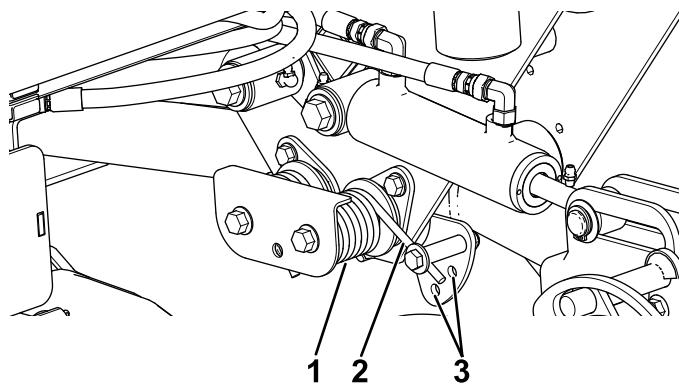

Figura 44
2. Insira um tubo ou objeto semelhante na extremidade longa da mola para aliviar a tensão durante o ajuste (Figura 44).
3. Enquanto alivia a tensão da mola, retire o parafuso e a porca de bloqueio que prendem o atuador de mola ao suporte (Figura 44).